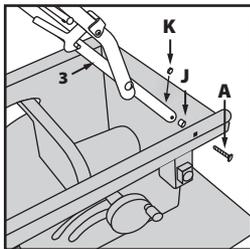

Fig. 7
- Collegare il componente **4** all'utensile nella sua posizione di funzionamento. Verificare che le posizioni della leva e del perno di bloccaggio siano nello stesso verso di quella del volantino di regolazione per l'aumento/diminuzione dello smusso. **(Fig. 7)**.